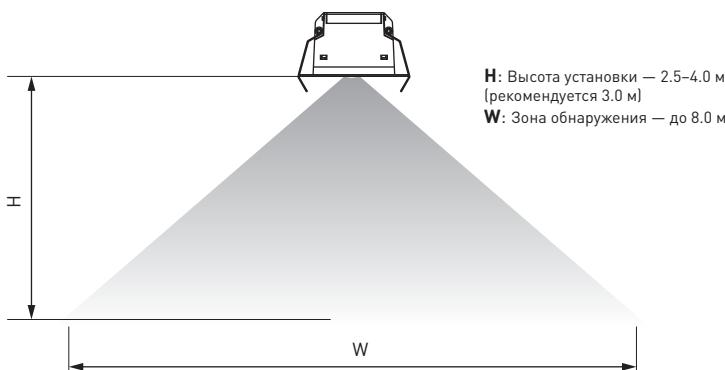

Рис. 2. Установка датчика
- 3.4. Закрепите датчик в месте установки [см. рис. 2].